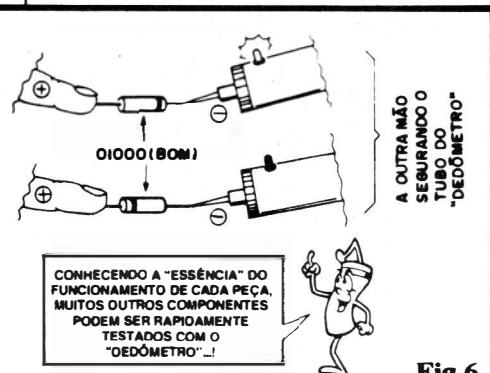

Fig.6
- FIG. 6 - TESTANDO JUNÇÕES SEMICONDUTORAS - Como sabe o Leitor/"Aluno" que acompanha o ABC desde as primeiras "Aulas", junções semicondutoras PN estabelecem (quando "boas") um caminho de "mão única" para a Corrente... A partir desse conhecimento, é simples e prática a